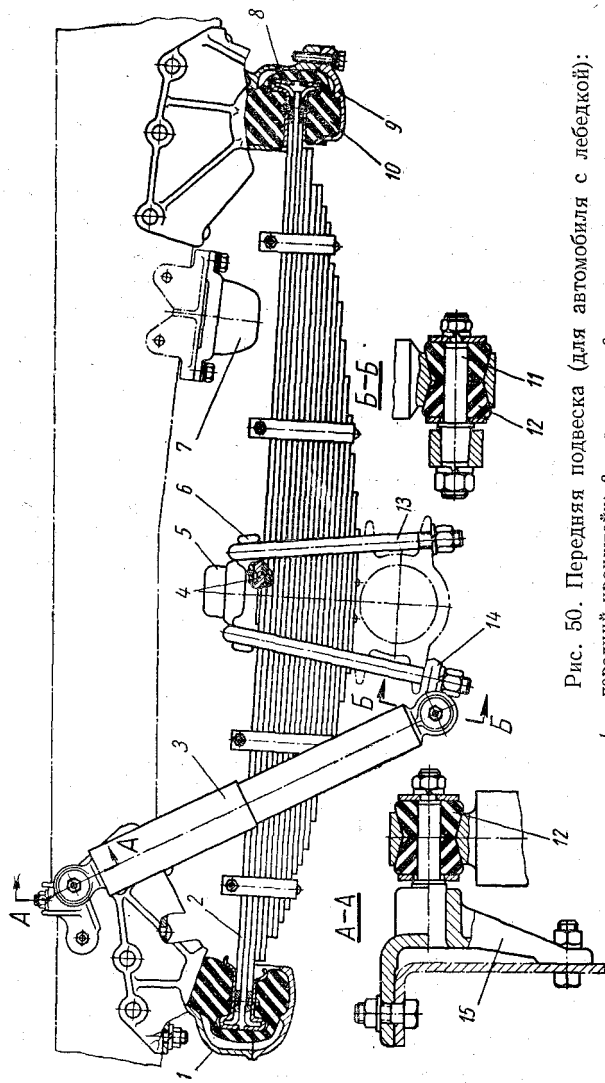

Рис. 50. Передняя подвеска (для автомобиля с лебедкой):
**Передняя подвеска** (рис. 50) состоит из двух продольных полуэллиптических рессор и амортизаторов.